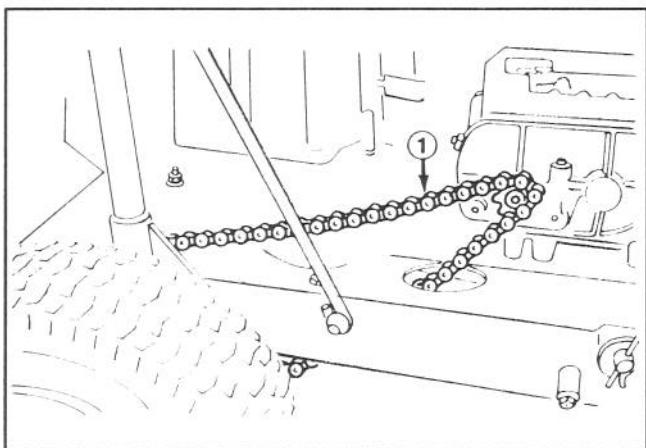
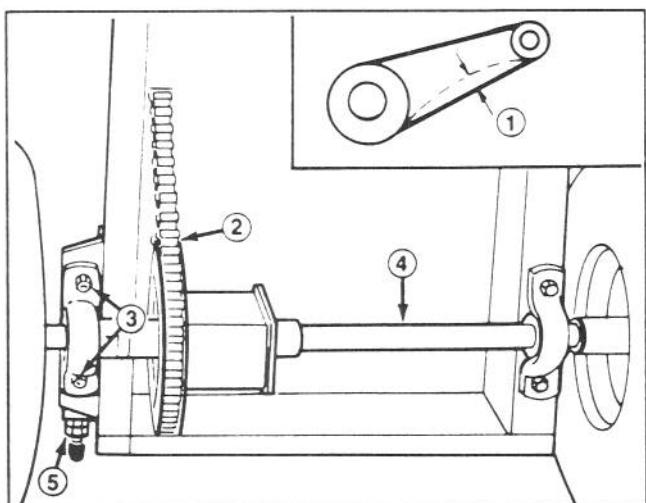

Figure 22
Figure 23
**2.** Vérifier la déflexion de la chaîne de transmission en tirant dessus ou en appuyant légèrement au milieu de la portée (Fig. 22). La déflexion totale devrait faire 3 mm (Fig. 23). Si la déflexion n'est pas satisfaisante, un réglage est nécessaire – étapes 2 à 13.
7. Desserrer les quatre écrous à embase retenant les supports avec essieu différentiel au châssis de la machine (Fig. 23).
8. Desserrer le contre-écrou arrière sur le tendeur de la chaîne (Fig. 23).
11. L'essieu différentiel devant être parallèle à l'arrière du châssis, mesurer la distance du centre des supports à l'arrière du châssis (Fig. 23). La différence entre les deux mesures ne doit pas être supérieure à 3 mm. Si elle l'est, l'essieu différentiel n'est pas parallèle avec le châssis et doit donc être réglé.